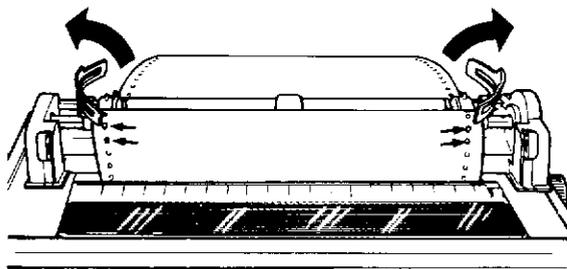

Fig. 12
- Ouvrir les couvercles des tracteurs à picots et accrocher le papier sur les picots (fig. 12).